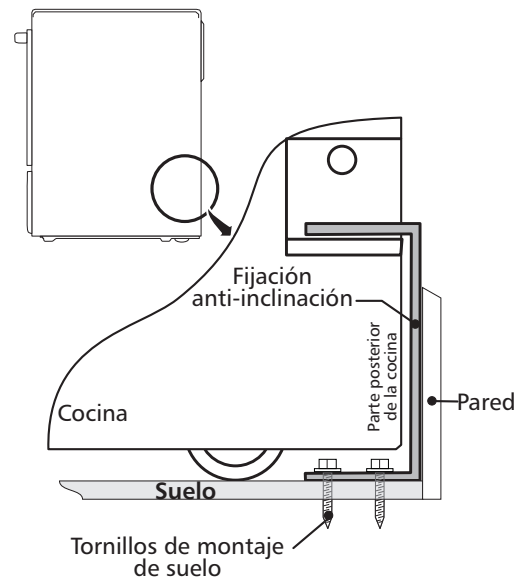

Figura 14
4. Retire el modelo y ubique la abrazadera en el suelo. Alinee los orificios en la abrazadera con las marcas en el suelo y ajuste con los cuatro tornillos provistos. La abrazadera debe quedar fijada al suelo (figura 14) sólido. Si se fija al suelo concreto, primero haga orificios pilotos de un diámetro de 3/16" (0,48 cm), utilizando una barrena para concreto.
6. Deslice la cocina hacia su lugar asegurándose que la pata de centro trasera está completamente segura con el soporte anti-inclinación (figura 14). Baje la cocina ajustando las 4 patas de nivelación hasta que la plancha de cocinar está apoyada en el mostrador. Refiere a la "Nivelación de la cocina" a la página 6.